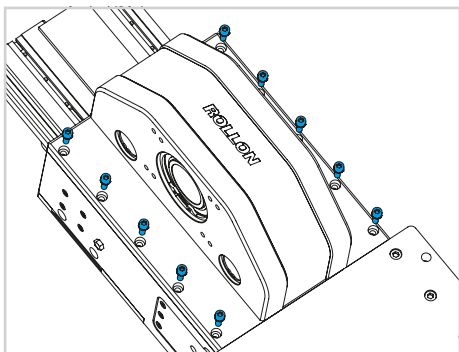
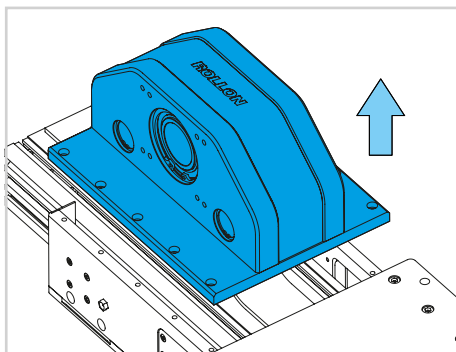

Fig. 13
Fig. 14
- 7) Allentare le viti di fissaggio della piastra della testata motrice e rimuovere la testata dall'attuatore. Rimuovere la vecchia cinghia dalla testata motrice (vedi Fig. 13 e Fig. 14).